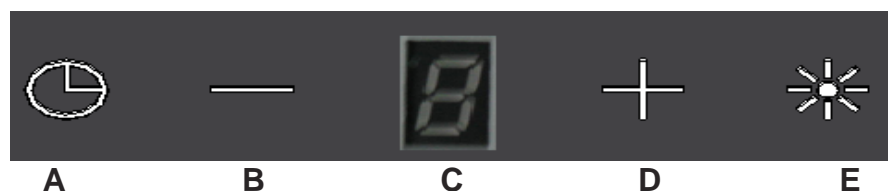

Abb. 9
Die Dunstabzugshaube Canto ist mit einer Touchtronic-Schaltung ausgestattet (Abb. 9)
Steuerung (Abb. 9):
Sobald das Display (C) (Abb. 9) anfängt zu blinken, symbolisiert Ihnen dieses den Austausch bzw. das Säubern der Fettfilter.